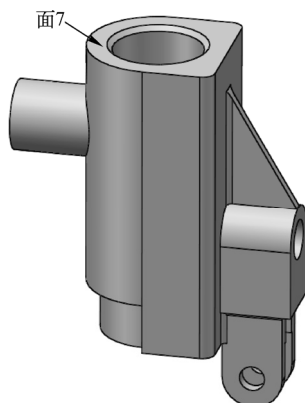

图 12-100 选择绘图平面
**05** 绘制草图。在视图选择如图 12-100 所示的面 7 作为绘制图形的基准面。单击“草图”控制面板中的“转换实体引用”按钮，将内孔边线转换为图素。